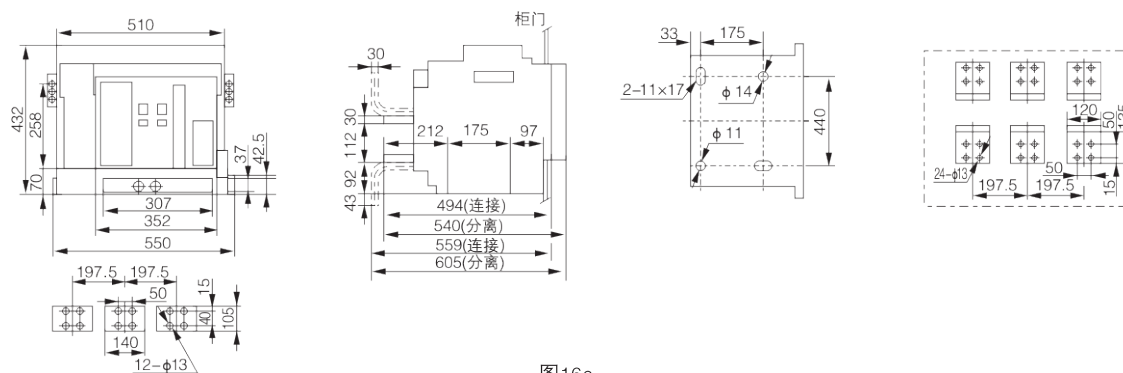

图16e
- 4000A抽屉式断路器三极安装, 外形尺寸(见图16e)